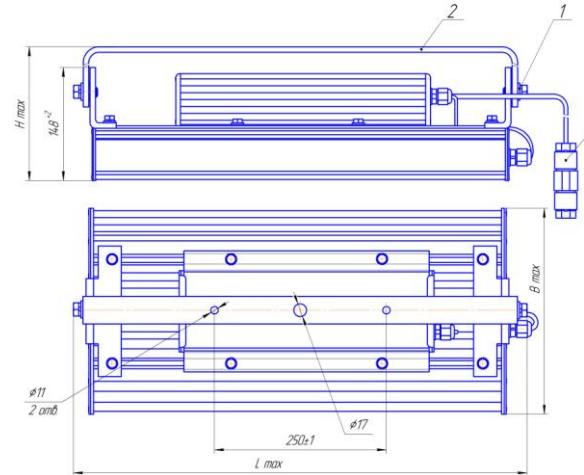
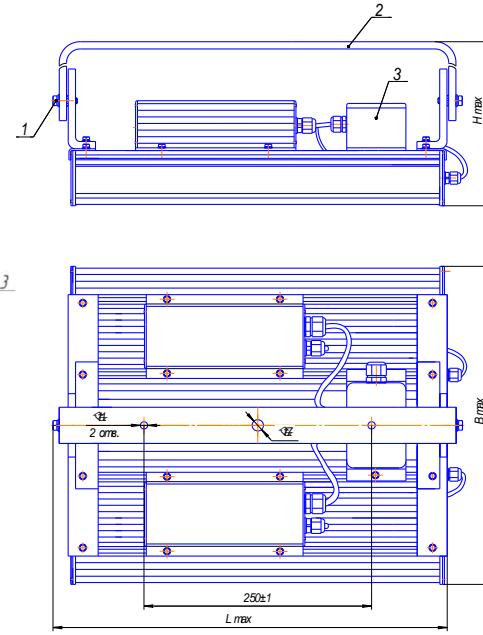
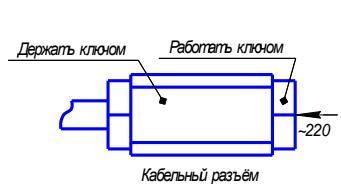

Рис. 1
Рис.2
Рис. 6
- для светильников: мощностью 80-240 Вт (рис.1) и мощностью 320-500Вт (рис.2):
- б) - для светильников: мощностью 80-240 Вт сетевой кабель подключить к кабельному разъему (3) рис.6 согласно схеме рис. 1а ; 1б;
- для светильников мощностью 320-500Вт снять крышку с распределительной коробки «СЕТЬ»(3), пропустить питающие и заземляющий провода через кабельный ввод и подключить к клеммам «Wago» согласно схемы рис.2а, закрыть крышку распределительной коробки светильника;
Рис.1а
Рис.1б
Рис.2а